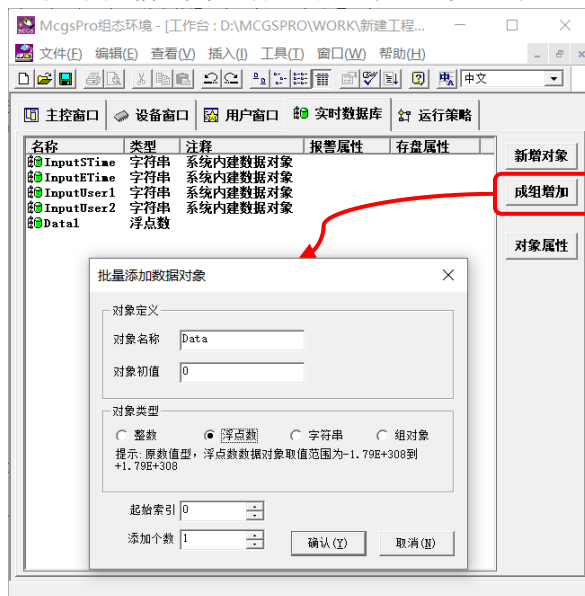

图 1.4-19 成组增加数据对象流程
(2) 成组数据对象添加：批量生成多个名称编号依次递增、数据类型相同的数据。选择“成组增加”按钮，弹出“批量添加数据对象”对话框，一次定义多个数据对象如图 1.4-19 所示，其中对象名称一栏，代表该组对象的主体部分，而“起始索引值”则代表第一个成员的“索引代码”，其他数据对象的主体名称相同，索引代码依次递增。批量添加的数据对象，其他特性如数据类型、工程单位都是一样的。批量修改具有相同属性的数据对象时，可选中需要修改的对象，再选择对象属性统一修改。